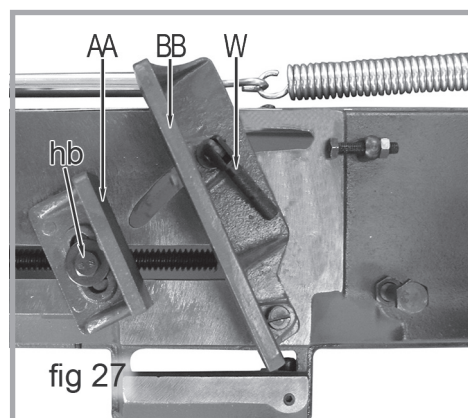

fig 27
10. Serrez fermement le boulon à tête hexagonale sur la plaque de l'étau coulissant (hb, fig 27).